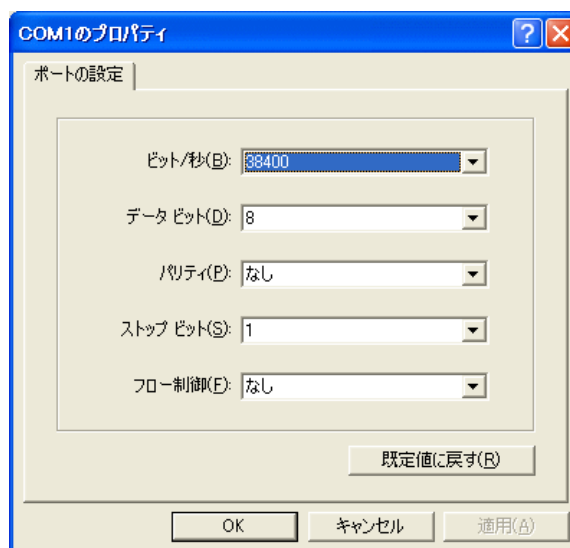

図 17 通信設定の画面
2. さらに、[通信設定]のボタンを押し、図 17を参考に同様の設定を行ってください。終了したら[OK]ボタンを押してダイアログを閉じます。